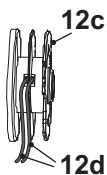

Fig. 27
5. Pase un extremo de los nuevos hilos de corte (12d) por el pequeño orificio del carrete de corte (12c) en la dirección de las flechas (Fig. 27).